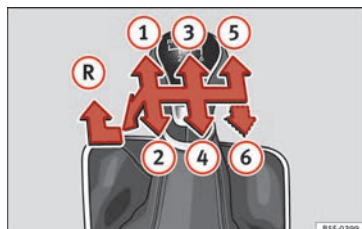

Bild 53 Växelschema för en 5- eller 6-växlad manuell växellåda.
» **bild 53**.
- När växelspaken är i neutralläge, tryck den uppåt, flytta den till höger så långt det går och sedan framåt för att välja back **» bild 53** .